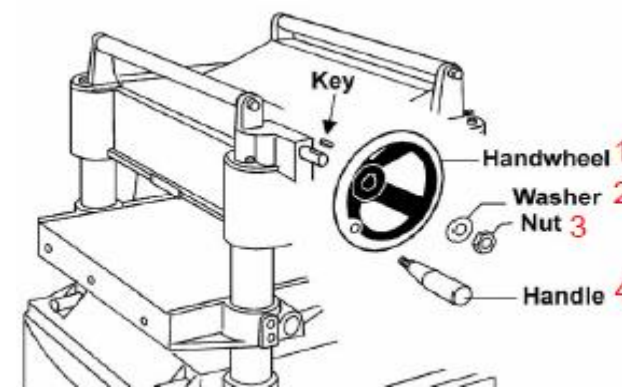

Рис. 5: 1 – маховичок, 2 – шайба, 3 – гайка, 4 - рукоятка
1. Отвернуть гайку и снять шайбу с вала редуктора и поставить маховичок на вал (**Рис. 5**), так чтобы его можно было надеть шпоночным пазом на шпонку.
Прикрепить выносные ролики стола к столу с помощью входящих в комплект поставки винтов с шестигранным шлицем с шайбами (**Рис. 5, А**). ролики необходимо отрегулировать до начала эксплуатации рейсмусового станка. См. п. «Регулировка выносных роликов стола».